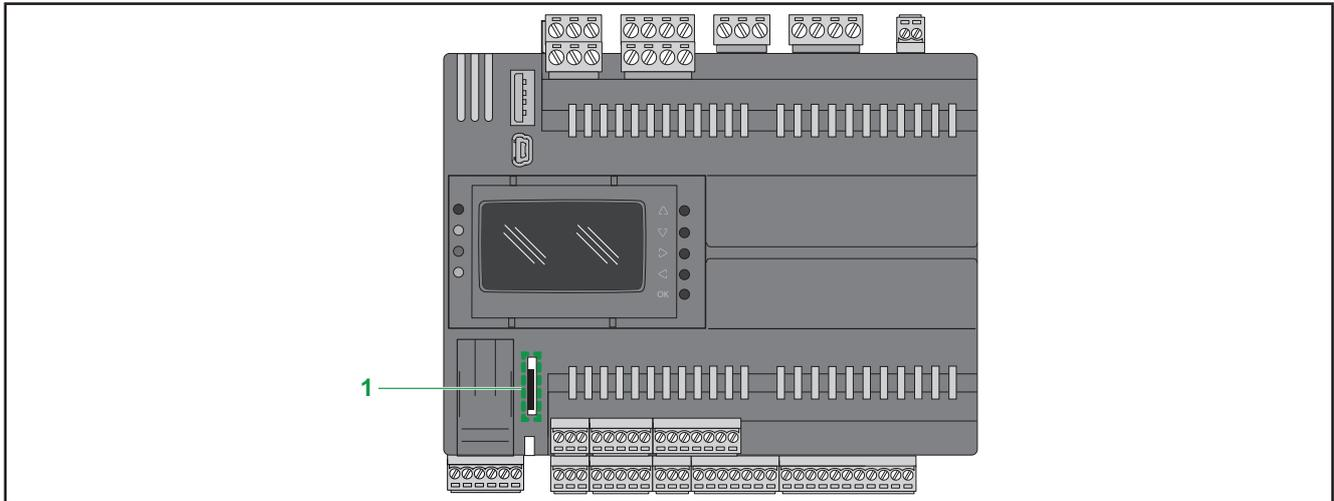

Fig. 51. EWCM 9000 PRO (HF): Slot scheda di memoria
I controllori per centrali compressore CO2 **EWCM 9000 PRO (HF)** sono dotati di uno slot per schede di memoria (vedere 1 in **Fig. 51 a pag. 76**) per schede di tipo micro SD per espandere, in taluni casi, la memoria interna.